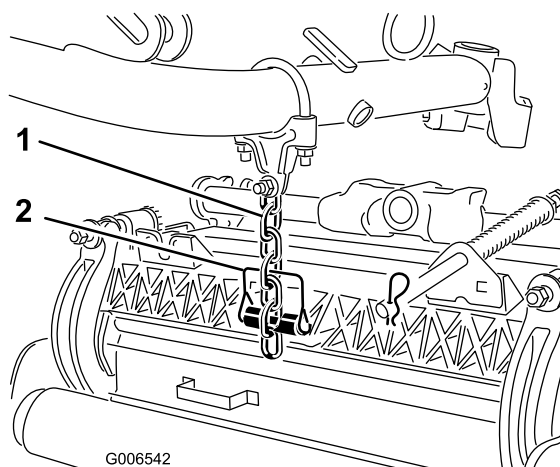

Figure 15
8. Fixez la chaîne du bras de levage au support de chaîne du plateau de coupe (Figure 15) avec la goupille à fermoir comme suit .